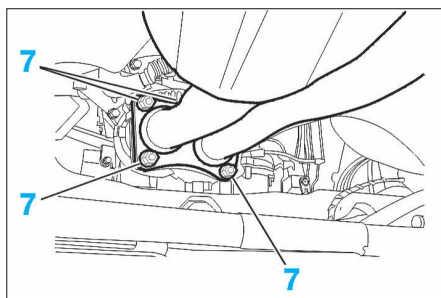

FIG. 90
- les 5 écrous (7) de la bride d'échappement (Fig.90).